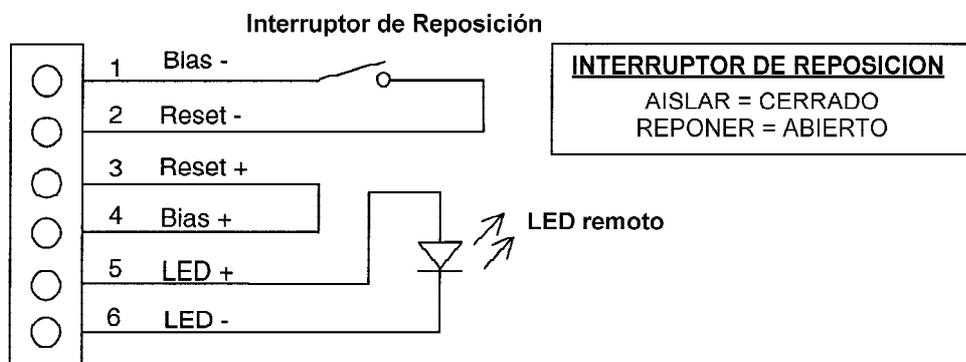

Figura 14. Detalle de las conexiones auxiliares
- Bias +/-** Conectada como se indica en la Figura 14, esta salida ofrece una alimentación de 10V, a través de una resistencia de 1K, para el interruptor de Reponer/Aislar.
- Conectar el cableado REPOSICION, LED Y BIAS, de acuerdo con las necesidades del sistema o como se indica en la Figura 14.